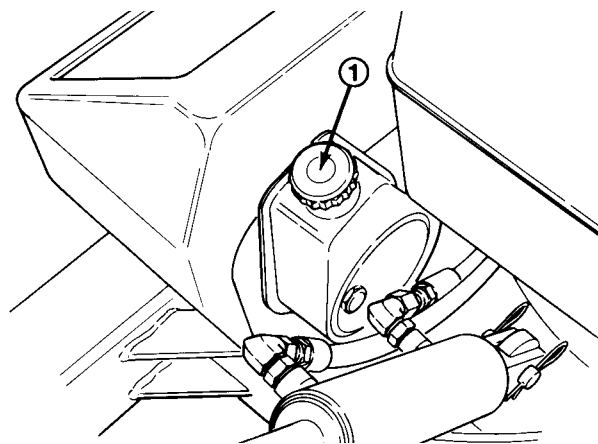

Fig. 4
2. Fjern målepindsdækslet (fig. 4) fra påfyldningsrøret og tør målepinden af med en ren klud. Stik målepinden ned i påfyldningsrøret; fjern den igen og kontrollér oliestanden. Hvis oliestanden ikke er inden for 1,25 cm fra FULL mærket på målepinden, skal der fyldes nok SAE 10W-30 motorolie på, indtil olien står op til FULL mærket. Fyld ikke for meget på.